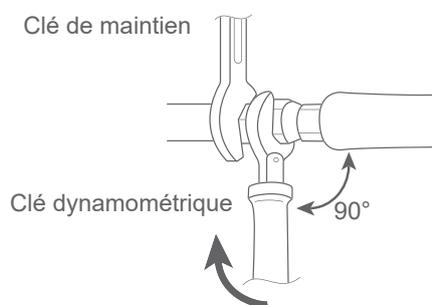

fig. 31 - Couples de serrage
- Respecter les couples de serrage indiqués (fig. 31, page 25). S'il est trop serré, le raccord peut casser après une longue période et causer une fuite de fluide frigorigène.
- Remonter les 2 bouchons d'origine (en s'assurant de leur propreté) et les serrer avec le couple de serrage indiqué au tableau fig. 31, page 25. L'étanchéité dans les bouchons est réalisée uniquement métal sur métal.